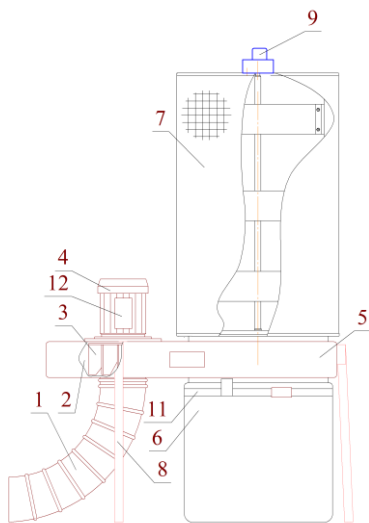
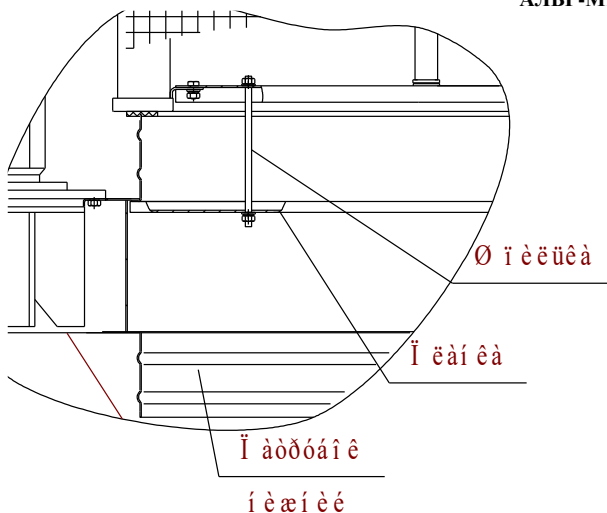

Рис. 5
Рис.7
5.2 Воздушный поток (см. рис.5) по воздуховоду 1 поступает в центральную часть улитки 2, где вращающееся рабочее колесо 3 приводимое в действие электродвигателем 4, ускоряет поток и вводит его в корпус 5.
- 6.2.3 Собрать установку (рис.5). Монтаж кассеты на установку производить в соответствии с рис. 7.